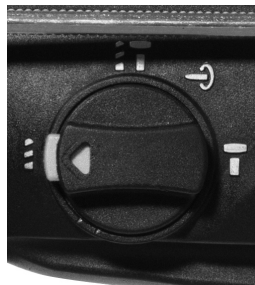

Fig. 4 – Posición para perforación sin impacto
Para seleccionar la función, basta presionar la traba de seguridad y girar el selector (5) hacia la posición  (Fig. 4).